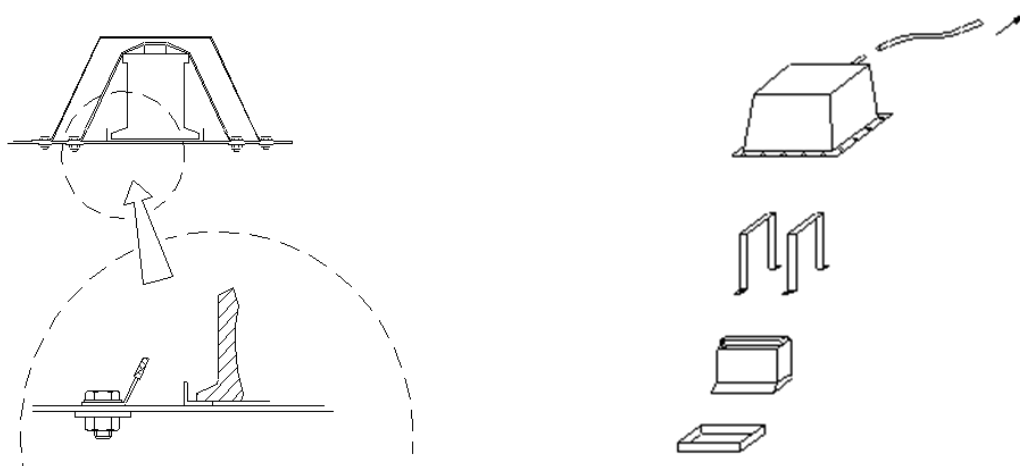

Рис.14.
12.1.3. Расположение АКБ внутри салона свободное, но ее расположение в салоне допускается только за передними сидениями. В этом случае оригинальный кронштейн крепления АКБ может быть удален. В салоне и багажном отделении кузова может быть расположена только АКБ сухого типа. Электрические клеммы должны быть полностью закрыты электроизолирующим материалом. Если первоначальное положение АКБ изменено, то она должна быть прикреплена к кузову с использованием металлического гнезда и двух стальных хомутов с минимальной толщиной 0,8 мм и шириной не менее 20 мм с электроизолирующим покрытием, прикрепленных к основанию болтами и гайками. Для крепления хомутов должны быть использованы болты диаметром не менее 10 мм, под каждым болтом должна быть шайба толщиной не менее 3 мм, покрывающая не менее 20 см² площади кузова (Рис.14).